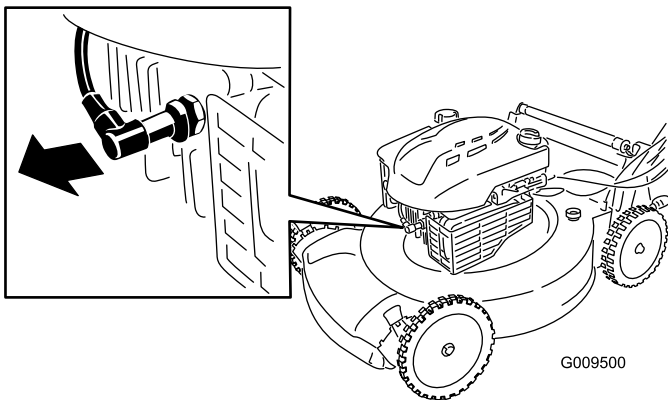

Bild 19
2. Ziehen Sie das Zündkabel von der Zündkerze (Bild 19) ab, bevor Sie Wartungsarbeiten ausführen.